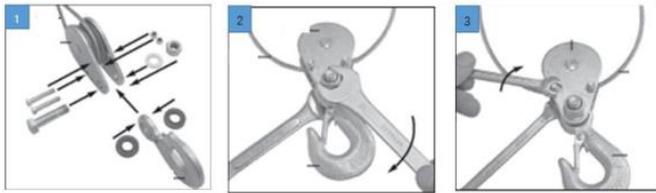

Figure 3
4. Câble double avec poulie Schéma d'installation (figure 3)